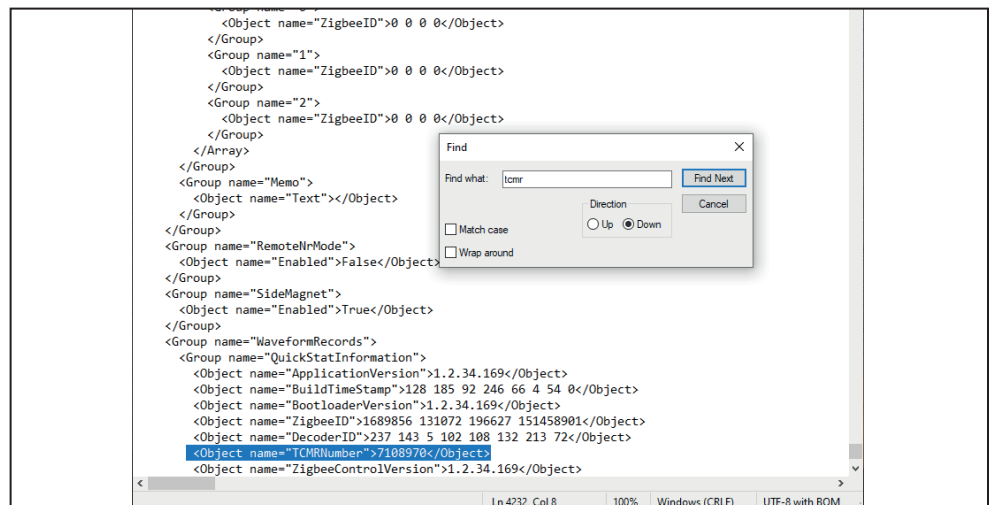

Figura 166. El archivo Snapshot (Instantáneas) abierto con el Bloc de Notas.
**Para comprobar el archivo de instantáneas utilizando el Bloc de Notas:** Navegue a la carpeta *Documents>S&C Electric>Products>TripSaver II (Documentos>S&C Electric>Productos>TripSaver II)*. Si se han actualizado varios reconectores TripSaver II, podría haber más de un archivo de instantánea en esta carpeta. Abra el archivo de instantáneas utilizando el Bloc de Notas de Microsoft. Desde el menú **Edit (Editar)**, seleccione el elemento de menú **Find (Buscar)** y busque “TCMR”. Haga coincidir esto con el reconector TripSaver II al cual los datos del perfil deben ser restaurados. Vea la Figura 166. Cierre el archivo de instantáneas sin guardar ningún cambio.